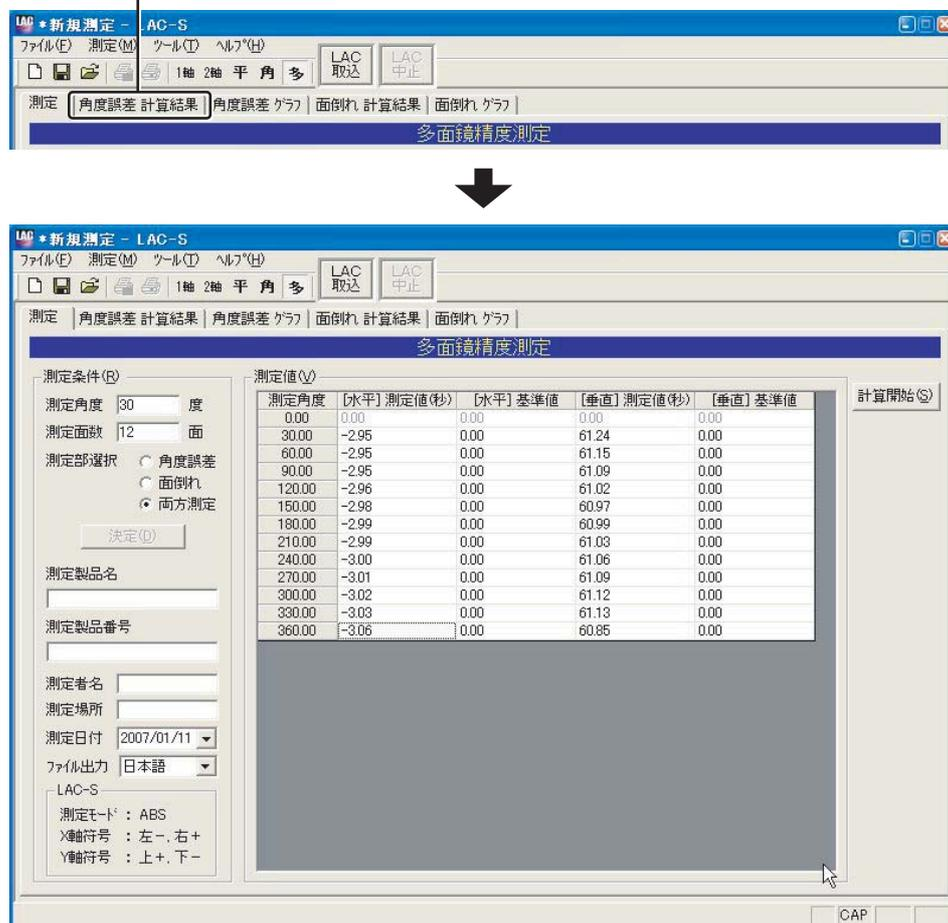

図5-11-9
5.11.2で行った「計算結果」を表示します。多面鏡精度測定画面の[角度誤差 計算結果]タブをクリックすると「角度誤差 計算結果」が表示されます(図5-11-9)。